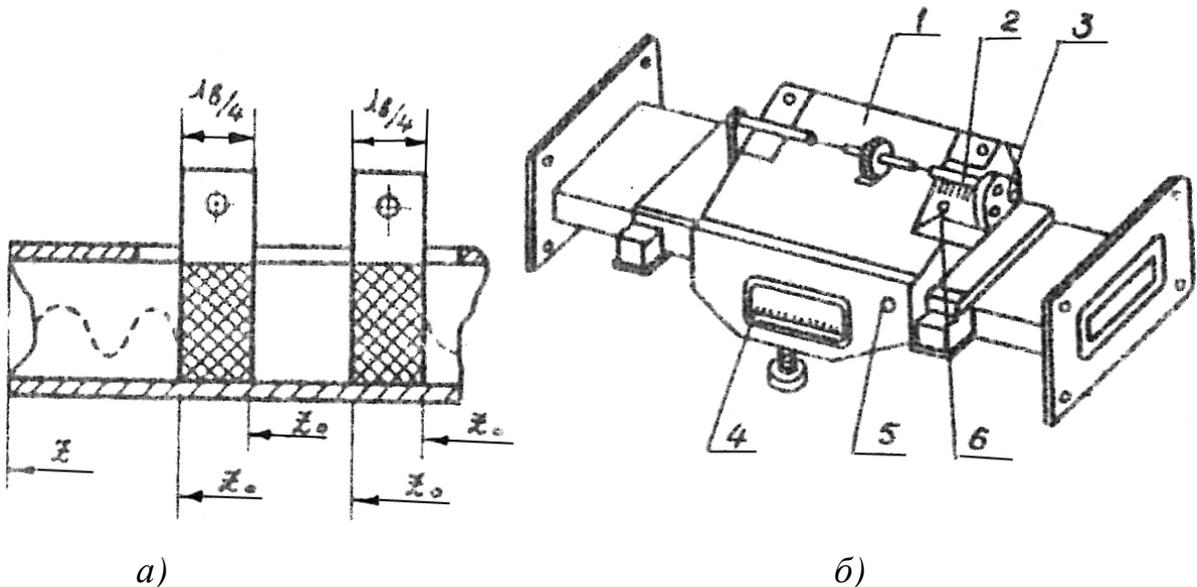

Рис.16. Трансформатор полных сопротивлений
Согласование сопротивления нагрузки волноводной линии с волновым сопротивлением волновода производится с помощью двух кварцевых пробок, помещенных в волновод (рис.16а). Волна, распространяющаяся по волноводу, прежде чем достичь нагрузки, подлежащей согласованию, проходит через кварцевые пробки. У каждой плоскости раздела между кварцем и воздухом происходит отражение волны. Результирующий K_{CB} перед первой пробкой будет определяться K_{CB} нагрузки и системы пробок, а также расстоянием между нагрузкой и пробками, которое определяет фазу каждой из отраженных волн. Если фазы отраженных волн нагрузки и системы пробок противоположны, а их K_{CB} равны, то до трансформатора и волновода будет существовать чисто бегущая волна, которая характеризует полное согласование сопротивления нагрузки с волновым сопротивлением волновода. K_{CB} системы пробок в свою очередь зависит от K_{CB} каждой из пробок и расстояния между ними. Изменяя последнее, можно изменять коэффициент стоячей волны системы пробок от 1 до максимума.
Конструктивное оформление прибора видно на рис.16б. Волновод находится в корпусе, по направляющим которого с помощью ручки шестерни с рейкой передвигается каретка (1). В цилиндрической выемке каретки помещены плун-